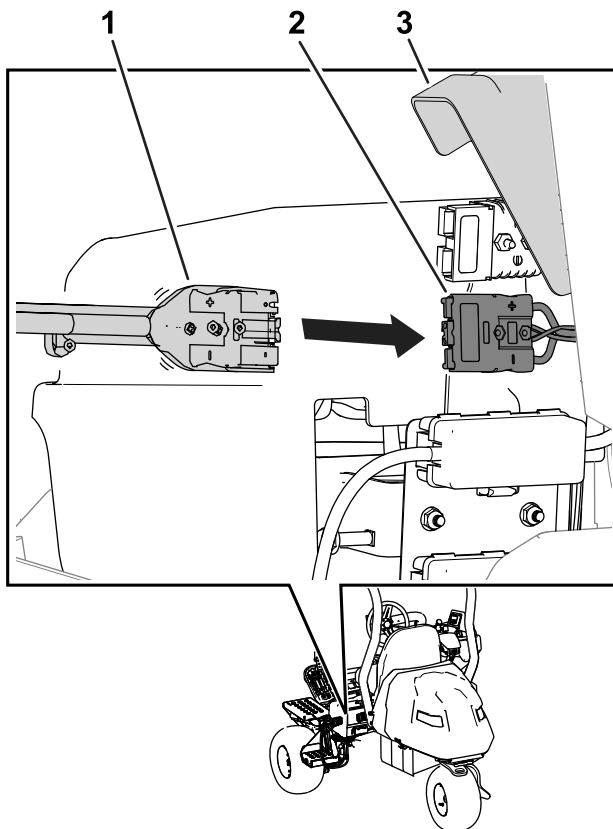

Figura 36
7. Levante la tapa del conector y enchufe el conector de salida del cargador en el conector del cargador de la máquina (Figura 36).